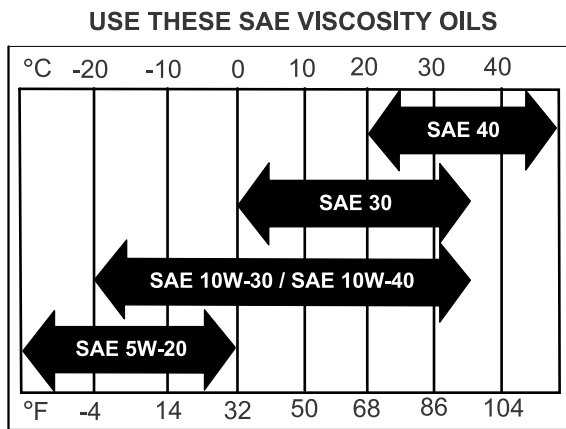

Figure 38
4. Remplissez le carter moteur de l'huile spécifiée; voir Figure 38.